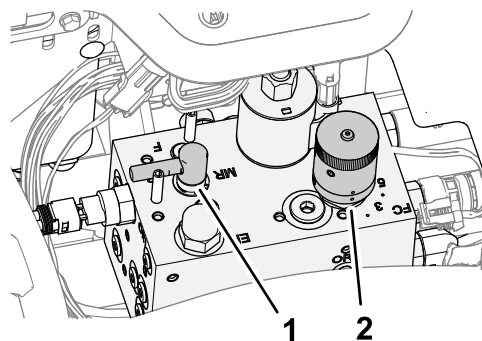

Figure 94
4. Tournez le levier de rodage à la position R (rodage) (Figure 94).